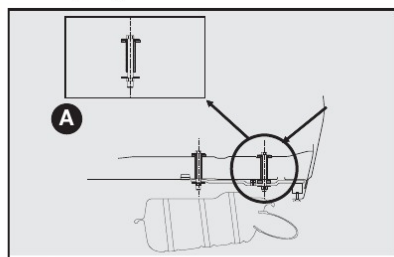

fig. 12
- Efetuar no veículo a furação com Ø (diâmetro) 11 mm traspassando o assoalho posterior (ver detalhe A-fig. 12) e a longarina nas marcas esquemáticas indicadas na fig. 13.